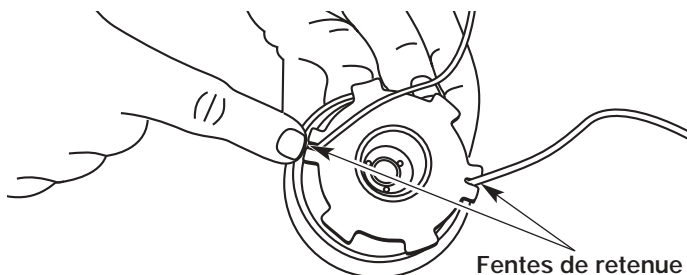

Fig. 31
- Insérez les extrémités du fil dans les deux fentes de retenue (Fig. 31).